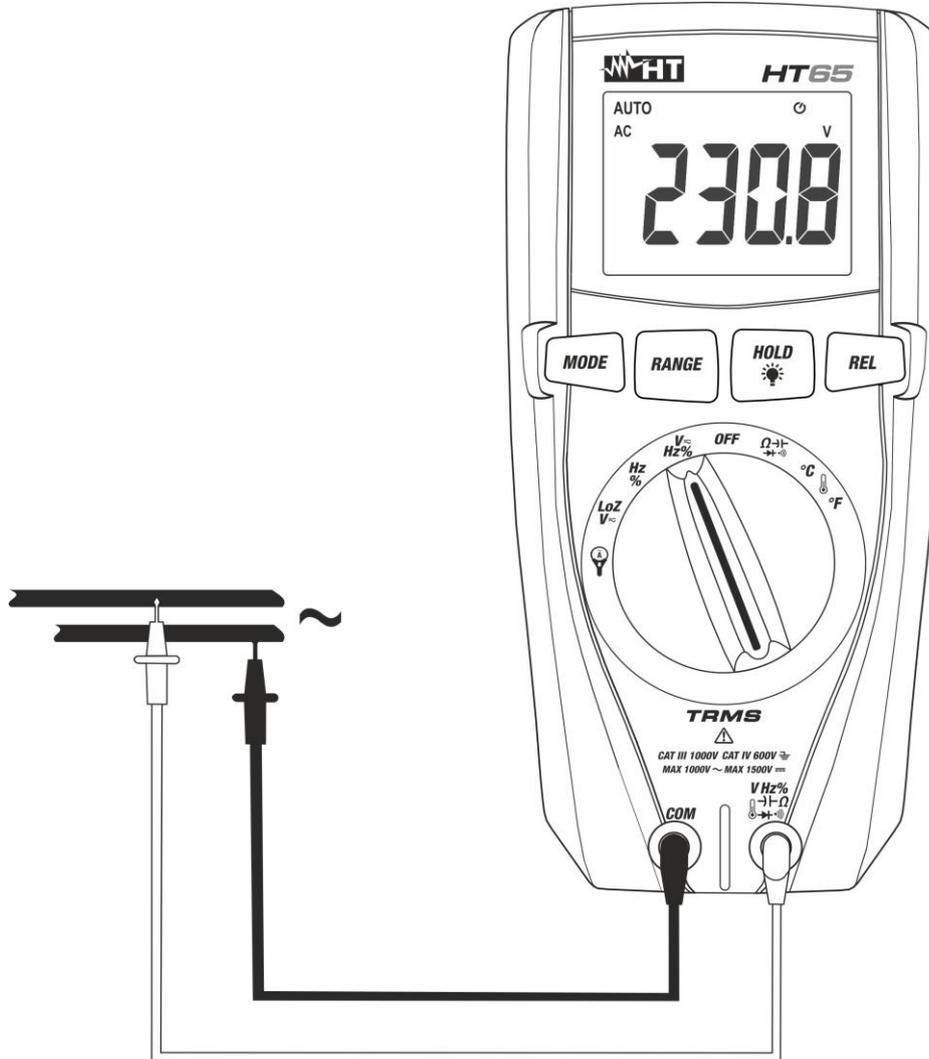

Fig. 3: Mesure de Tension CA
3. Positionner l'embout rouge et l'embout noir dans les points du circuit sous test (voir la Fig. 3). La valeur de tension apparaît à l'écran